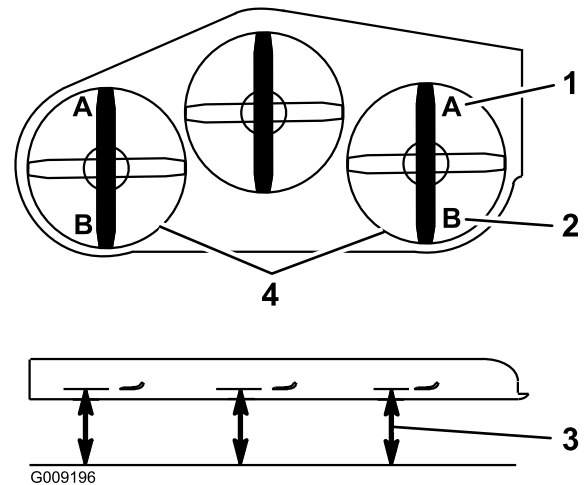

Figura 113
9. Em ambos os lados da plataforma, meça do nível da superfície até à ponta dianteira da lâmina (Posição A) como se mostra na Figura 113.
15. Em ambos os lados da plataforma, meça do nível da superfície até à ponta traseira da lâmina (posição B) como se mostra na Figura 113.